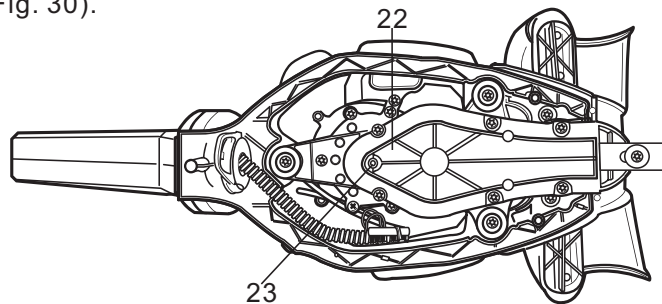

Fig. 30
- > Ajoutez de la graisse à travers le graisseur (23) à l'aide d'un pistolet de graissage jusqu'à ce que la graisse sorte entre la boîte de vitesse (22) et l'organe de coupe (1) (Fig. 30).